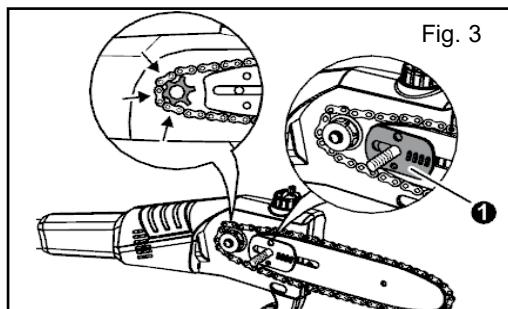

Fig. 3
REMARQUE: Assurez-vous que la plaque de tension de chaîne pointe vers l'avant (Fig. 3 ①).
- Vérifiez la position de la barre et de la chaîne sur l'outil (Fig. 3).